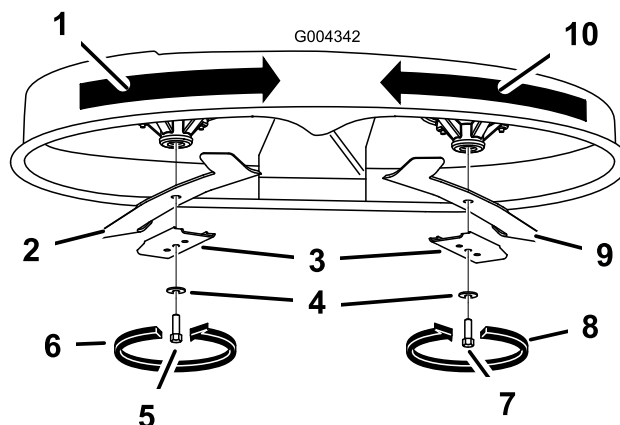

Figure 48
Tenez la lame à son extrémité avec un chiffon ou un gant épais. Enlevez de l'axe, le boulon, la rondelle bombée, le renfort et la lame (Figure 48).
- Placez la lame sur l'axe (Figure 48).
- Montez le renfort, la rondelle bombée (face concave vers la lame) et le boulon de lame (Figure 48).